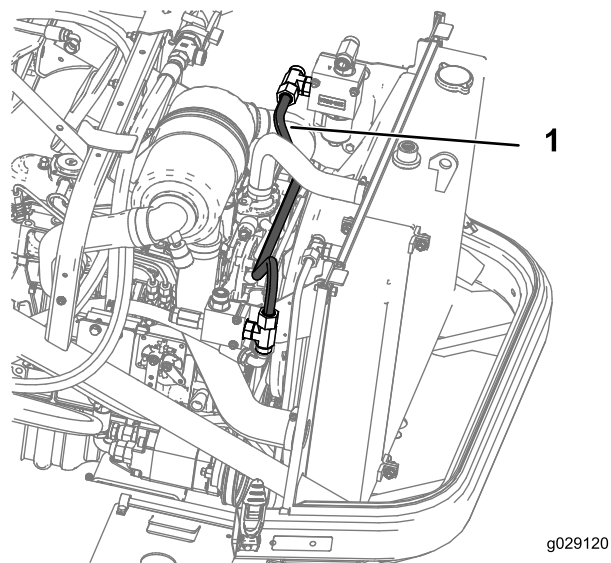

Figure 29
9. Reliez le tube hydraulique D du raccord adaptateur en T (5/8" mâle) sur le collecteur droit au raccord adaptateur en T (5/8" mâle) sur le collecteur gauche, comme montré à la Figure 29.